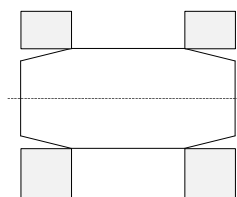

Fig. 2a
- 2.2 Monter bolten i leddet slik at boltens koniske endeparti er jevnt / i flukt med yttersiden på innfestningen (se fig. 2a og 2b).